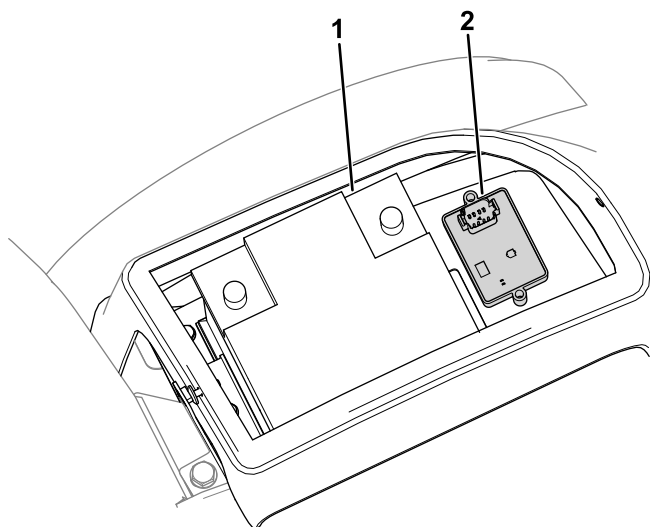

Figura 12
2. Utilize dois parafusos (M6 x 35 mm) e duas porcas flangeadas (M6) para prender o sensor de declive na placa de montagem em frente da bateria (Figura 12).